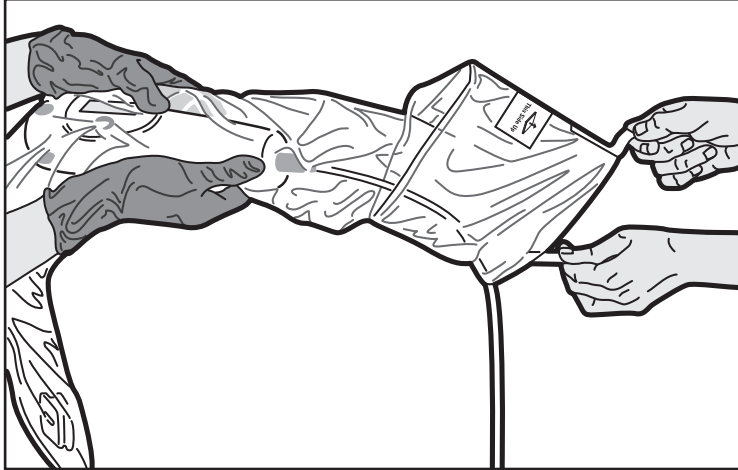

Abbildung 5. Entfalten des Beutels
6. Die sterile Person greift die abgedeckte MDU5 PLUS Motorantriebseinheit. Die nicht sterile Person greift und zieht die Laschen, bis der Beutel zu seiner vollständigen Länge entfaltet wurde (Abbildung 5).